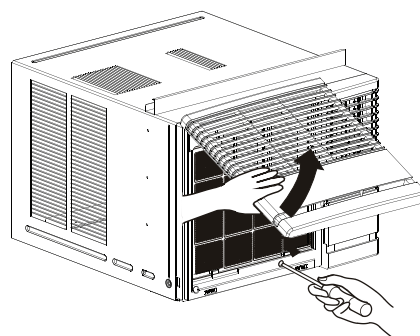

Fig.11
14. Tire hacia abajo la parrilla de entrada y asegúrela con un tornillo Tipo A ① a través de la parrilla frontal. (ver Fig. 11)